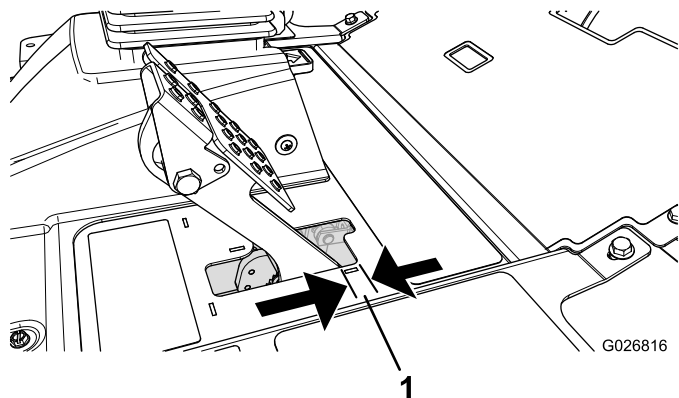

図 84
ブレーキペダルの「遊び」が 25mm 以上となったり、強く踏み込まないとブレーキの効きが悪いと感じられるようになったら、調整を行ってください 図 84。遊びとは、ブレーキペダルを踏み込んでから抵抗を感じるまでのペダルの行きしろを言います。
2. 後ナットを締めてケーブルを後方に移動させて、ホイールがロックする前のブレーキペダルの遊びが 0.63 12.7mm なるように調整する 図 84。